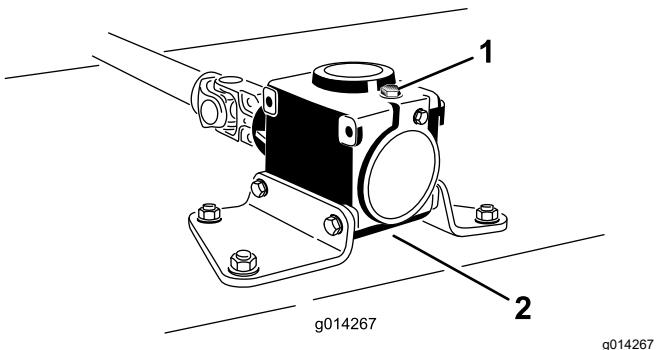

Bild 22
6. Nehmen Sie den Ölpeilstab bzw. die Füllschaube oben am Getriebe ab (Bild 22) und stellen Sie sicher, dass der Schmiermittelstand zwischen den Markierungen am Peilstab liegt.
6. Nehmen Sie den Peilstab bzw. die Füllschraube von der Oberseite des Getriebes ab (Bild 22).